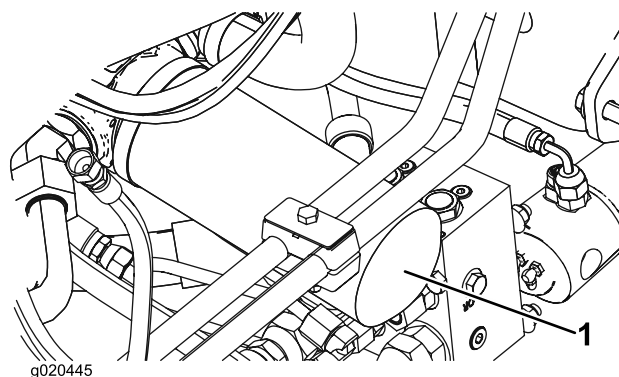

Figura 100
2. Pulite le superfici circostanti il filtro. Collocate una bacinella di spurgo sotto il filtro e toglie il filtro (Figura 100).